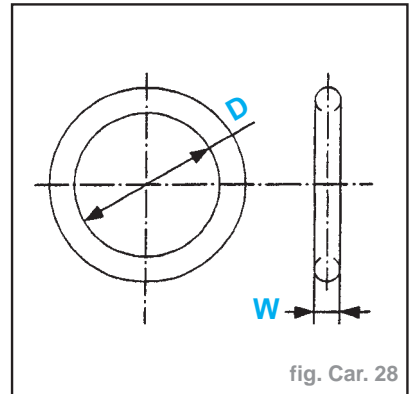

fig. Car. 28
- Numéros de pièces de joint torique et caractéristiques (fig. Car. 28)